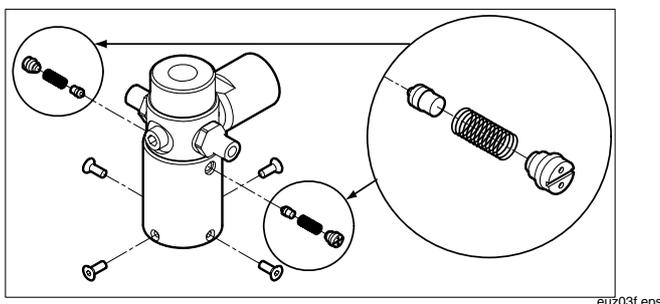

Figure 3. Nettoyage de l'ensemble soupape
2. Retirez délicatement le ressort et le joint torique. Procédez avec soin en retirant la soupape anti-retour car elle contient plusieurs petits composants. Voir Figure 3.